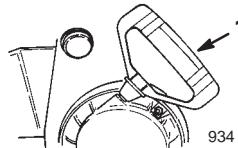

Figure 19
- **Lanceur** (Fig. 19)—Le lanceur se trouve à l'arrière du moteur. Tirez sur le lanceur pour mettre le moteur en marche.
- A. Prenez la poignée du lanceur (Fig. 19) et tirez-la lentement jusqu'à ce que vous sentiez une résistance, puis tirez vigoureusement pour lancer le moteur.